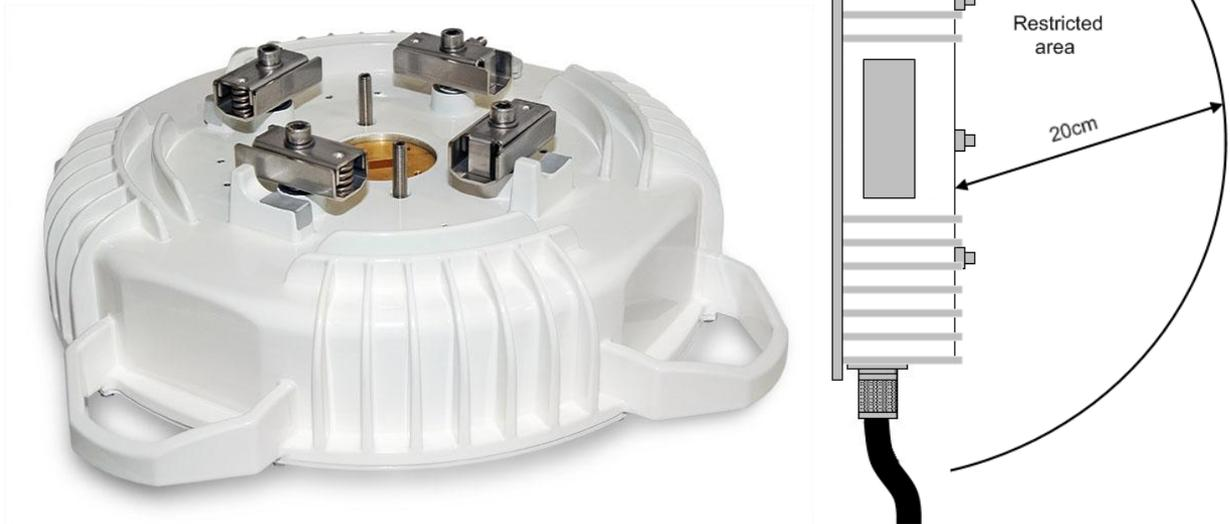

Figure 1. Wi200 – Wi700
- Dans le cas ou l'émetteur serait sous tension, ne pas s'exposer a moins de 20 cm de la sortie du guide d'ondes (Fig1 )